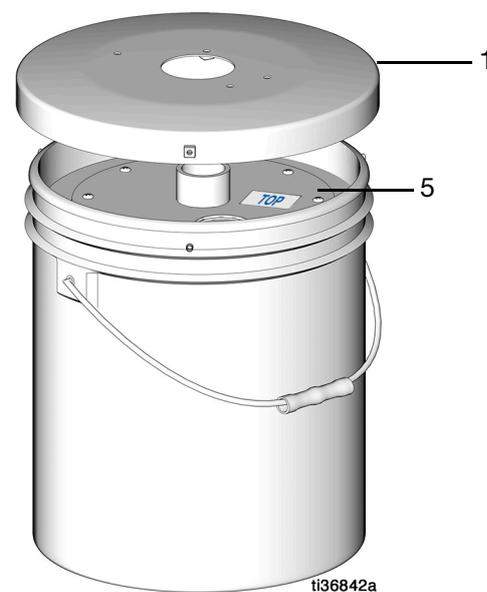

FIG. 6
6. Placez le couvercle de fût (1) sur le haut du plateau suiveur (5) (FIG. 6).